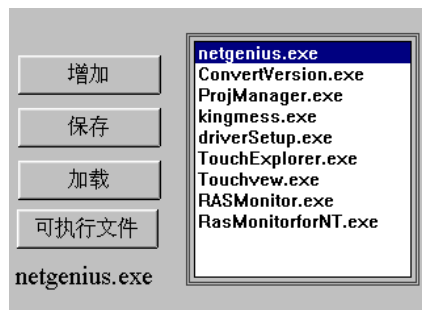

图 14.15 执行函数结果
- 保存画面，切换到运行系统，单击该按钮，可以将指定目录下扩展名为“*.exe”的文件名全部列到列表框中来，如图 14.15 所示。